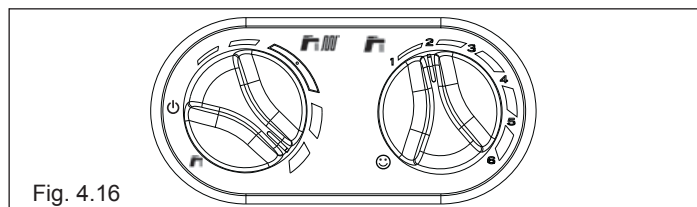

Fig. 4.16
- llevar al valor máximo el selector de temperatura del agua de calentamiento (fig. 4.16)